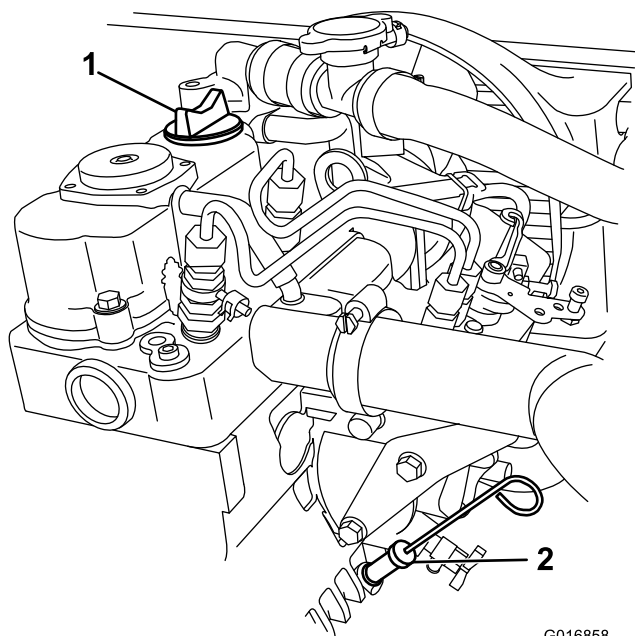

Рисунок 17
3. Очистите поверхность вокруг масломерного шупа салфеткой (Рисунок 17), чтобы загрязнения не могли попасть в трубку масломерного шупа и привести к повреждению двигателя.
5. Вставьте щуп в трубку масломерного щупа до упора (Рисунок 17).
6. Извлеките масломерный щуп и определите по нему уровень масла (Рисунок 17).
7. Вставьте масломерный щуп до упора (Рисунок 17).